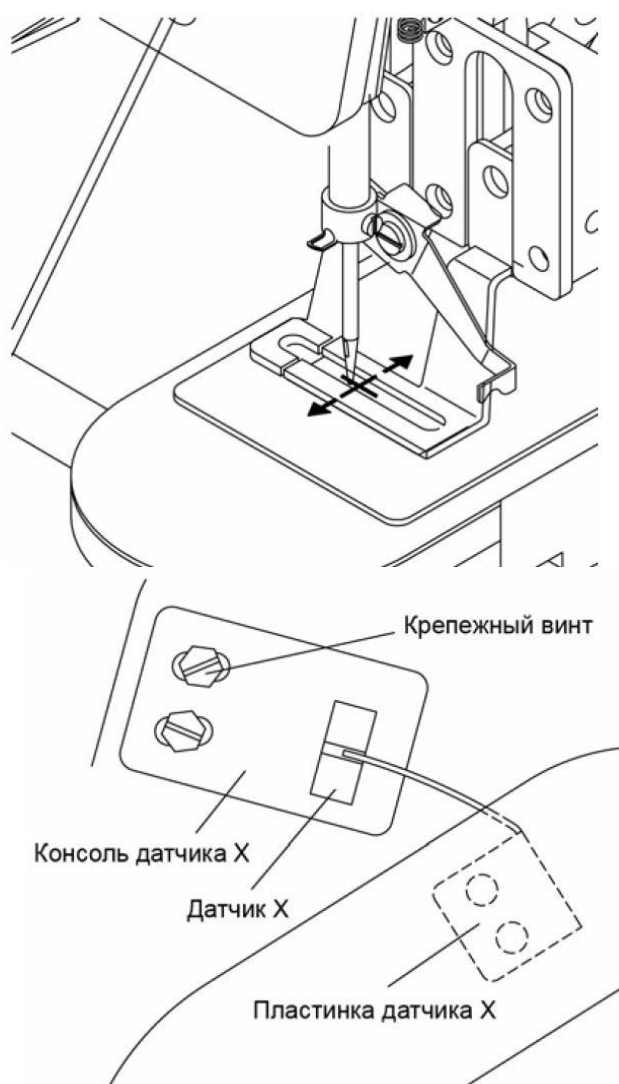

Рисунок 34 – Установка исходной точки на оси Х
*Установка исходной точки на оси Х* (рисунок 34). Сместить ручную кронштейн механизма перемещения так, чтобы игла располагалась посреди паза в прижимных лапках. Опрокинуть швейную головку. Ослабить крепежный винт пластинки датчика Х, подвинуть пластинку к центру датчика и затянуть винт.